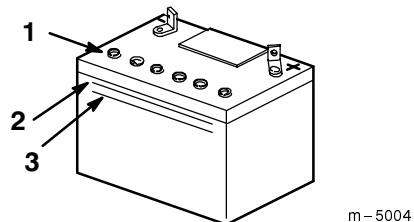

Bild 30
2. Sehen Sie sich die Seite der Batterie an. Der Füllstand muss bis zur oberen Linie reichen (Bild 30). Der Säurestand darf nicht unter die untere Linie fallen (Bild 30).
3. Entfernen Sie die Entlüftungsdeckel von der Batterie (Bild 30).
4. Gießen Sie langsam destilliertes Wasser in jede Batteriezelle, bis der Säurestand die obere Linie (Bild 30) am Batteriegehäuse erreicht.
5. Warten Sie nach dem Füllen der Batteriezellen fünf bis zehn Minuten. Gießen Sie bei Bedarf langsam destilliertes Wasser in jede Batteriezelle, bis der Säurestand die obere Linie (Bild 30) am Batteriegehäuse erreicht.